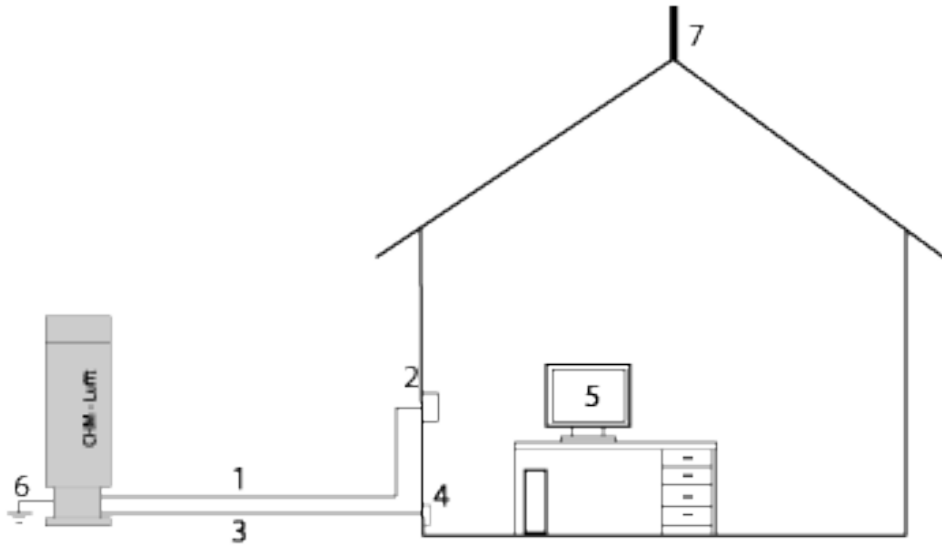

Abbildung 10 Schematische Skizze der elektrischen Installation.
Abbildung 10 zeigt eine Skizze der elektrischen Installation des CHM 15k. Die Stromversorgung (1) des Gerätes muss über eine externe Trennvorrichtung (2) erfolgen. Diese muss leicht zugänglich sein, um das Gerät vom Netz trennen zu können, falls nötig. Die Trennvorrichtung muss als zu dem Gerät zugehörig markiert sein und für ein 230VAC- Gerät ist eine Vorsicherung 10A gG träge vorzusehen. Ein Anschlusskasten sollte in einem Abstand von < 3 m installiert werden. Ein externer Blitzableiter (7) muss vorhanden sein, um das Gerät vor direkten Blitzeinschlägen zu beschützen. Die Anschlüsse sind nach den jeweiligen länderspezifischen Vorschriften auszuführen.